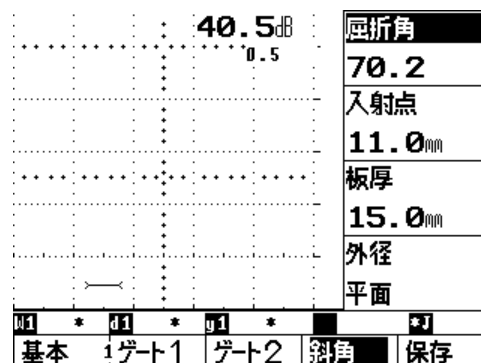

図 11 斜角探傷条件の入力
- ①図 11 に示すように、斜角の表示のある下の **▲** キーを押すと、板厚、屈折角の入力を行うことができる。
- ②屈折角、入射点、板厚は、その表示されている右横の **←** キーを押し、右ダイヤルで変更ができる。
- ③屈折角を入力すると、探触子きず距離 y 、きずの深さ d が表示される。